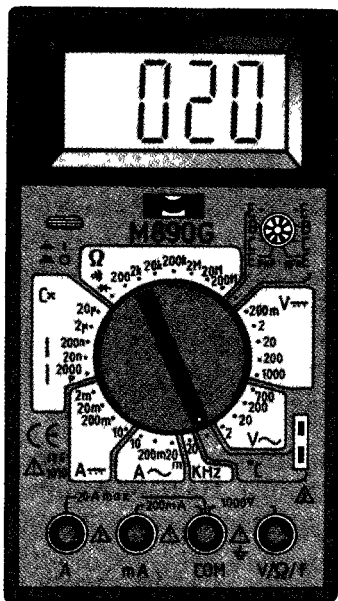

Рис. 11
**M890G** (рис. 11) предназначен для измерения напряжения и силы постоянного и переменного тока, сопротивления и емкости, частоты и температуры, проверки диодов и транзисторов. Прибор многофункционален и многопределен, он, как считают специалисты, идеален в учебных лабораториях, в мастерских и в домашнем хозяйстве. Об этом свидетельствуют функции и пределы измерения, написанные на передней панели прибора.
Если руководствоваться положением «стоимость — функциональность», то наиболее подходящей в настоящее время является модель мультиметра M890G. Выбор функций этого прибора (см. рис. 11) и диапазон измерения обеспечивается 32-позиционным поворотным переключателем. К отличительным особенностям прибора относятся: высокая чувствительность (100 мкВ), автоматическая индикация полярности в диапазоне постоянного тока, автоматическая индикация перегрузки (символ на дисплее «1»), защита всех диапазонов от перегрузок, проверка полупроводниковых элементов (диод, транзистор) фиксированной силой тока, равной 1 мА, измерение емкости конденсатора в пределе 1 пФ — 20 мкФ, измерение сопротивления в пределе 0,1 Ом — 200 МОм, измерение коэффициента усиления транзистора при силе тока базы 10 мкА, контроль (измерение) температуры с использованием и без использования термопары.